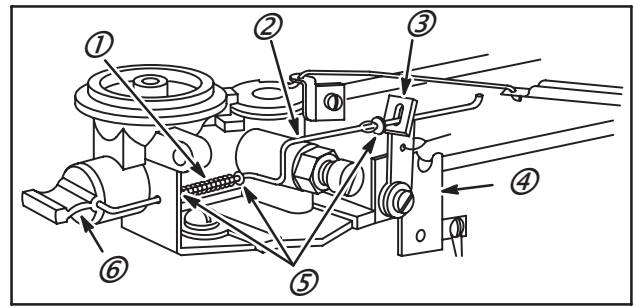

Fig. 72
1. Pour déposer la biellette de starter (2), retirer le levier de régime (3) et la plaque isolée d'arrêt moteur (4).
3. Puis ôter la biellette du tiroir de starter (6), Fig. 72.